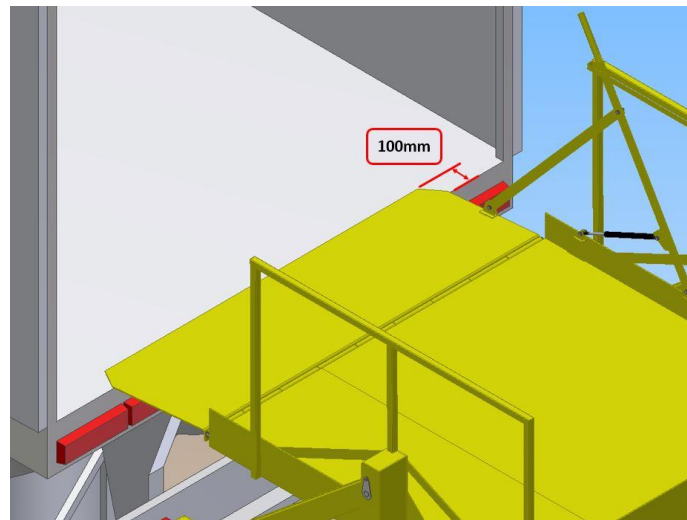

Figura 8 – Pestana superior apoiada.
8. Empurre o manípulo para abrir a pestana superior até que ela esteja apoiada no nível de transposição da carga. Deve-se apoiar pelo menos 100mm da pestana como mostra a Figura 8;